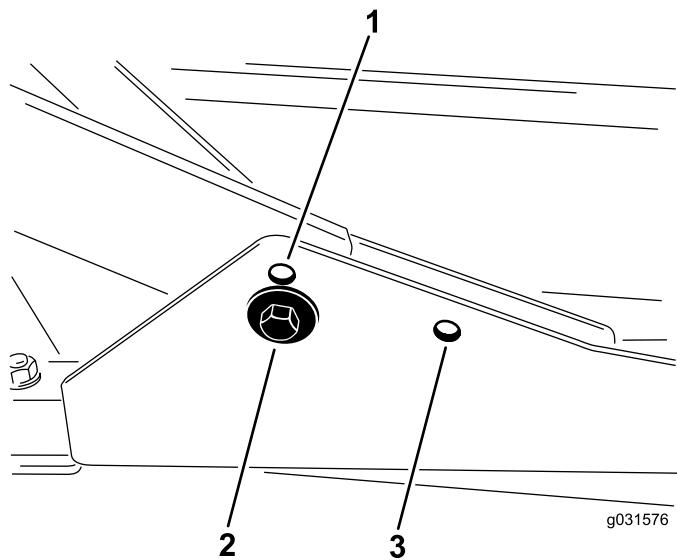

Figure 17
1. Pour les hauteurs de coupe entre 2 et 7,6 cm, montez les bâts porteurs avant dans les trous inférieurs avant (Figure 17).
2. Pour les hauteurs de coupe entre 6,3 et 10 cm, montez les bâts porteurs avant dans les trous supérieurs avant (Figure 17).
Quelle que soit la hauteur de coupe, l'unité de coupe arrière doit être montée dans les trous de montage arrière (Figure 17).